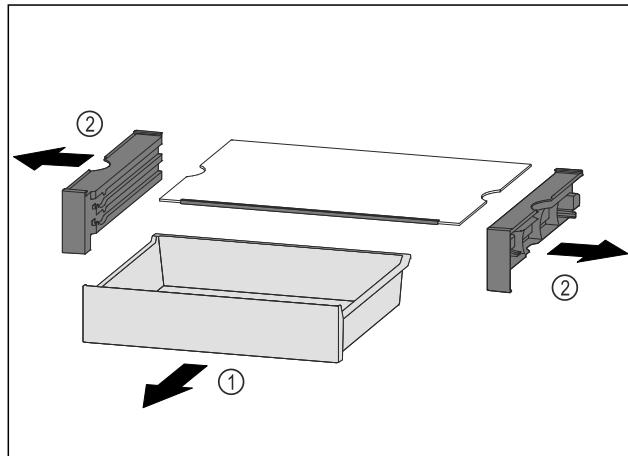

*Fig. 109*
- Наклонете VarioSafe в хладилната част. *Fig. 109 (1)*
- Извадете VarioSafe напред. *Fig. 109 (2)*